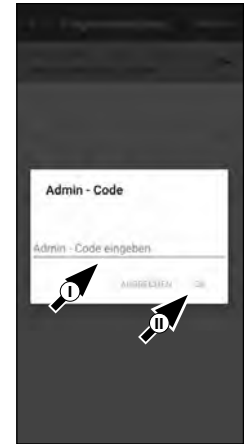

Abb. 66
- ⑧ Im Folgenden werden Sie aufgefordert, Ihren Admincode einzutippen (I) und mit „OK“ zu bestätigen (II) (Abb. 66).